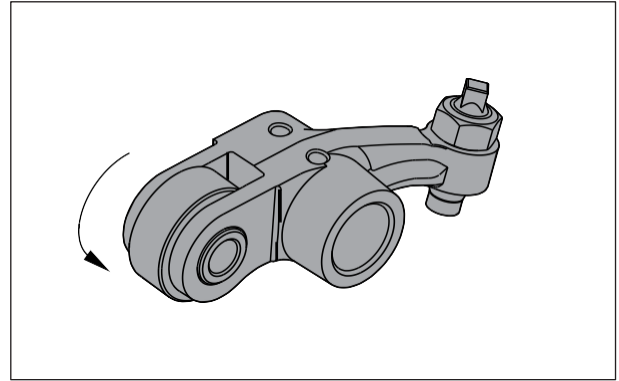

Fig. 3.67
- Los balancines tienen un rodamiento seguidor. Este diseño del balancín logra disminuir la fricción en el motor. (Fig. 3.67)